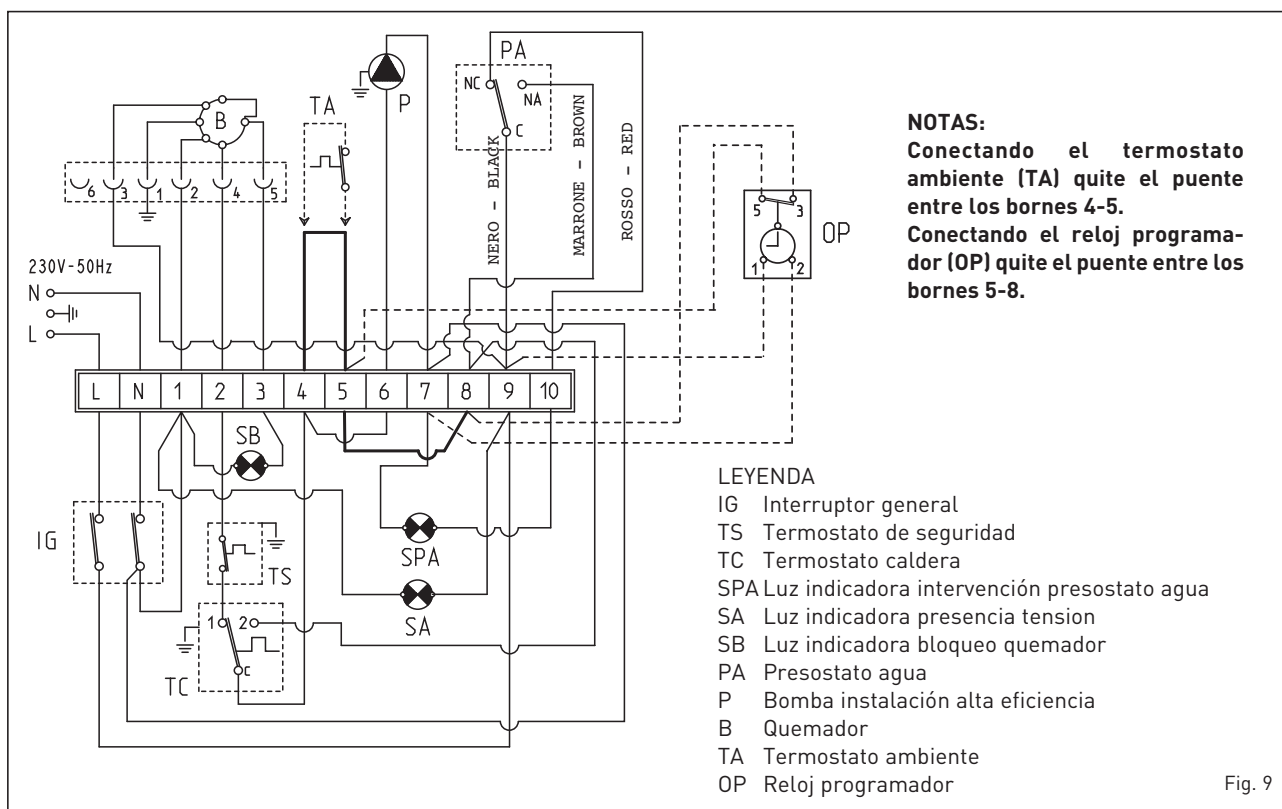

Fig. 9
2.7.1 Esquema eléctrico “SOLO 25-35” (fig. 9)
2.7.2 Esquema eléctrico “DUETTO 25-35” (fig. 9/a)